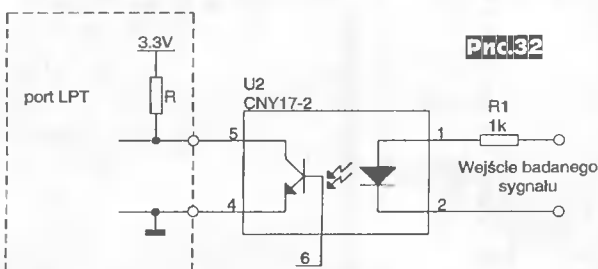

Рис. 32
Януш Узицки для регистрации и индикации на ПК логических состояний четырех входов использует простейшие «датчики» с гальванической опторазвязкой (схема одного из них приведена на рис. 32), подключаемые к LPT-порту ПК и использующие линии BUSY (контакт 11 LPT-разъема), ACK (10), PAPER OUT (12), ONLINE (13), ERROR (15) и общий (18...25). Обслуживающая программа доступна с адреса <http://popsoft.republika.pl/pmain/dane/oscil1b.zip> (размер файла в zip-архиве 201 КБ) и обеспечивает выбор адреса LPT-порта (0x378, 0x278 или 0x3BC), шаг индикации (от 15 мкс) и количество точек (1...65535) графической инди-